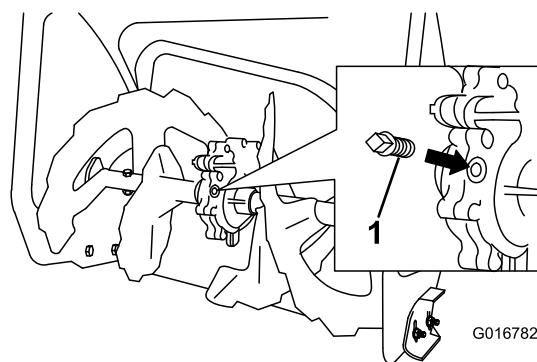

Bild 39
2. Reinigen Sie den Bereich um den Rohrverschluss (Bild 39).